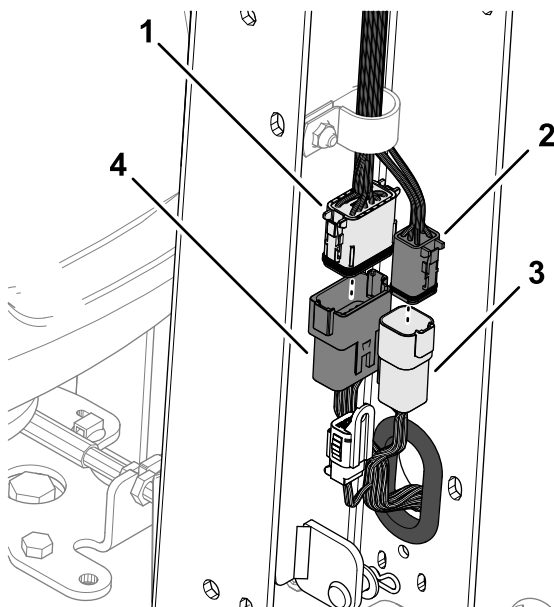

Figura 9
2. Conectai conectorul cu 12 pini al cablajului mainii în conectorul cu 12 orificii al cablajului barei de ghidare (Figura 9).